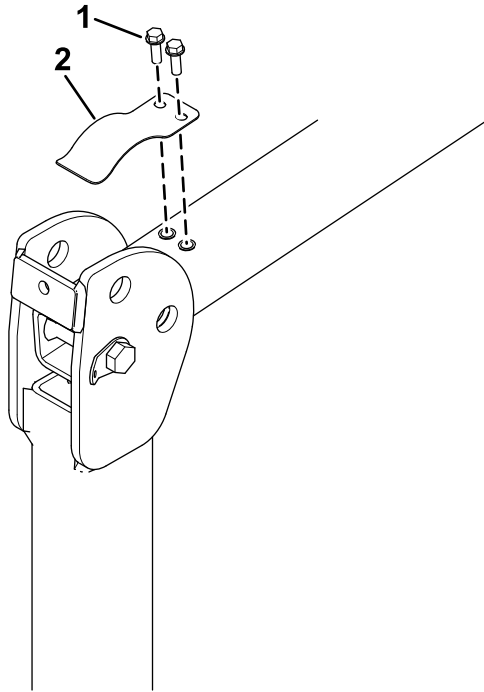

Bild 7
1. Entfernen Sie bei abgesenktem Überrollbügel die geräuschdämpfende Blattfeder (Bild 7) von jeder Seite des Überrollbügels.